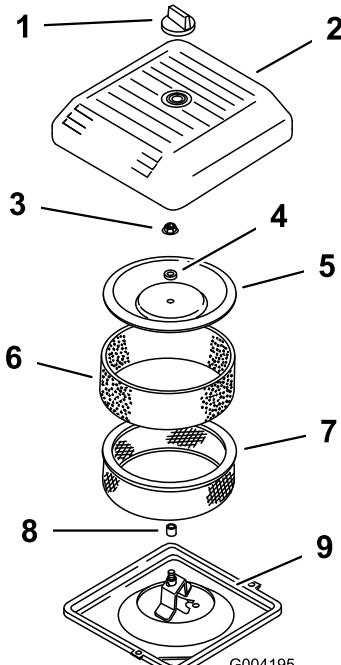

Figura 18
2. Svitate la manopola e togliete il coperchio del filtro dell'aria (Figura 18).
3. Fate scorrere attentamente il prefiltro in schiuma sintetica fuori dall'elemento di carta (Figura 18).
4. Svitate il dado del coperchio e togliete il coperchio, il distanziale e il filtro di carta (Figura 18).
2. Montate il gruppo filtro dell'aria sulla relativa base (Figura 18).
3. Montate il coperchio, il distanziale e fissatelo con il dado del coperchio (Figura 18). Serrate il dado ad una coppia di 11 Nm.
4. Montate il coperchio del filtro dell'aria e fissatelo con la manopola (Figura 18).